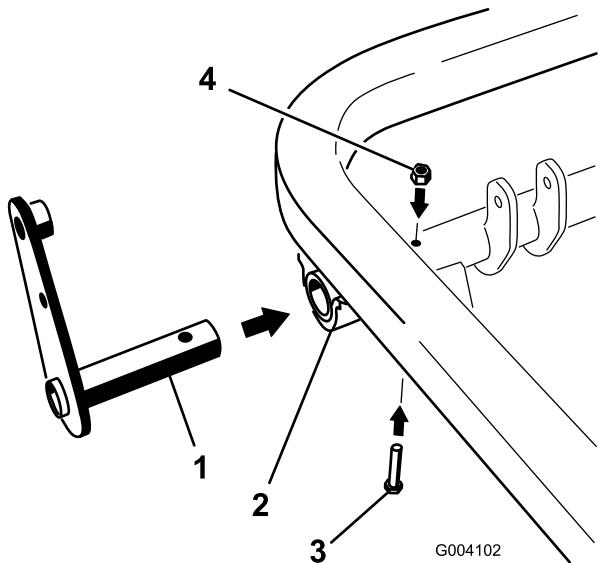

Figura 12
1. Deslice la clavija del conjunto de la palanca en el extremo izquierdo del tubo de giro y sujetela al tubo de giro con un perno (5/16 x 2 pulgadas) y una contratuerca (5/16 pulgada) (Figura 12).